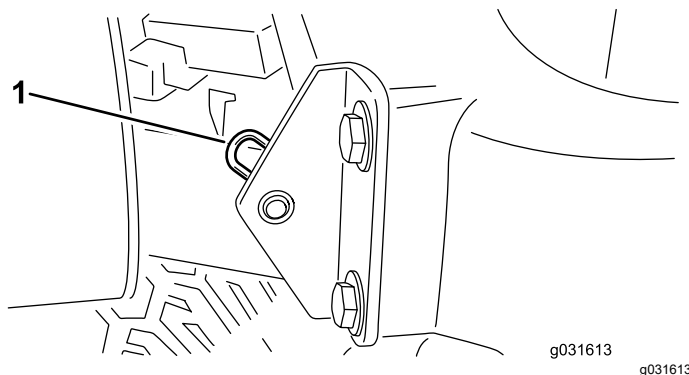

Figura 30
2. Retire el pasador que fija el pivote del capó a los soportes (**Figura 30**).